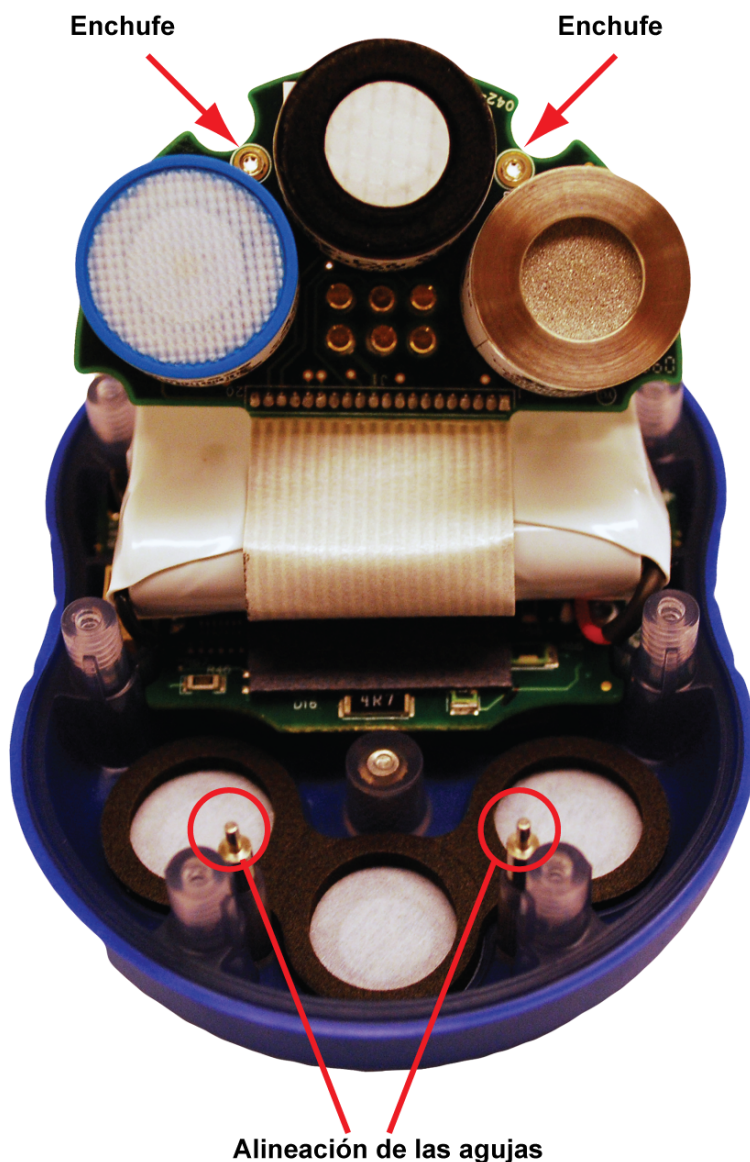

Figura 5-3. Pin Alignment
- 6) Gire el circuito impreso hasta que vuelva a su posición inicial y alineando las 2 patillas con su enchufe. Consulte la Figura 5-3.